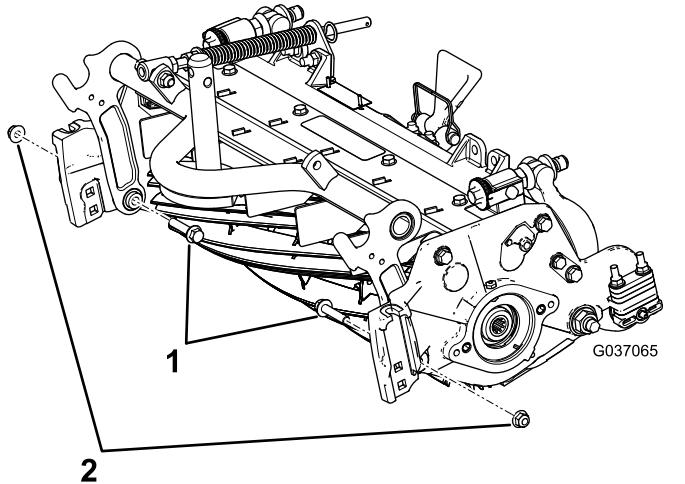

図 6
- B. フランジヘッドボルト2本をカッティングユニットの内側から取り付けてフランジナット $\frac{3}{8}$ "で固定する **図 6**。